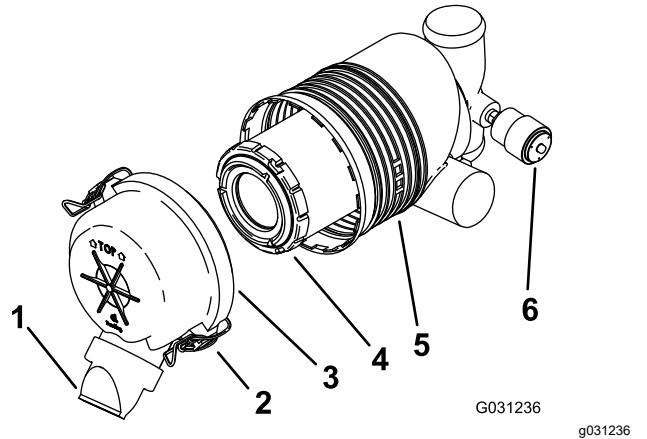

Figura 41
Importante: Sostituite il filtro dell'aria solo quando la spia di servizio è rossa (Figura 41). Sostituendo il filtro dell'aria prima del necessario si aumenta il rischio che la morchia entri nel motore quando si toglie il filtro.
5. Rilasciate i dispositivi di fermo del filtro dell'aria e togliete il coperchio dal corpo del filtro (Figura 41).
- Se l'indicatore di servizio è pulito, montate la copertura del filtro dell'aria con il coperchietto antipolvere orientato verso il basso e fissate i fermi (Figura 41).
1. Estraete con cautela il filtro dal corpo del filtro dell'aria (Figura 41).
3. Montate il filtro con attenzione (Figura 41).
4. Montate la copertura del filtro dell'aria con il coperchietto antipolvere orientato verso il basso e fissate i fermi (Figura 41).